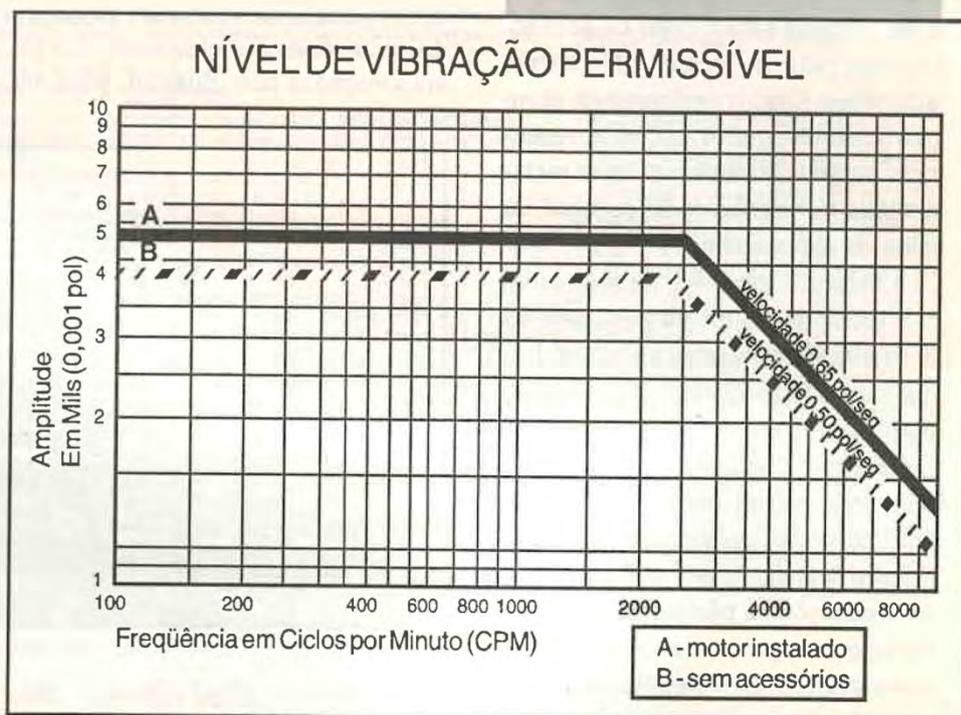

Figura 3
Um gráfico (figura 3) pode ser utilizado para se verificar os limites da vibração. A linha (A) na parte superior é para motores com todos os acessórios montados e prontos para serem acionados. Caso o fenômeno da vibração linear ultrapasse o limite apresentado no gráfico, devem ocorrer reclamações por desconforto pessoal ou falha de algum componente.